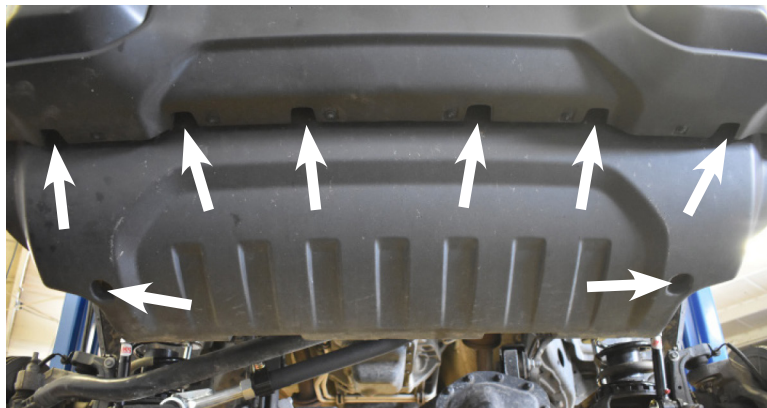

FIGURE 2
REMOVE THE EIGHT (8) PUSH PINS THAT ATTACH THE FRONT LOWER VALENCE TO THE BOTTOM OF THE STOCK FRONT BUMPER. NEXT, REMOVE THE TWO (2) SCREWS THAT CONNECT THE LOWER VALENCE TO THE FRAME CROSSMEMBER (**FIG 2**).